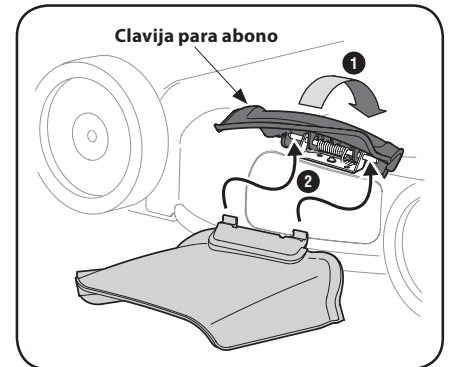

Figura 2-10
- En el costado de la cortadora, levante el adaptador para abono. Vea la Figura 2-10.